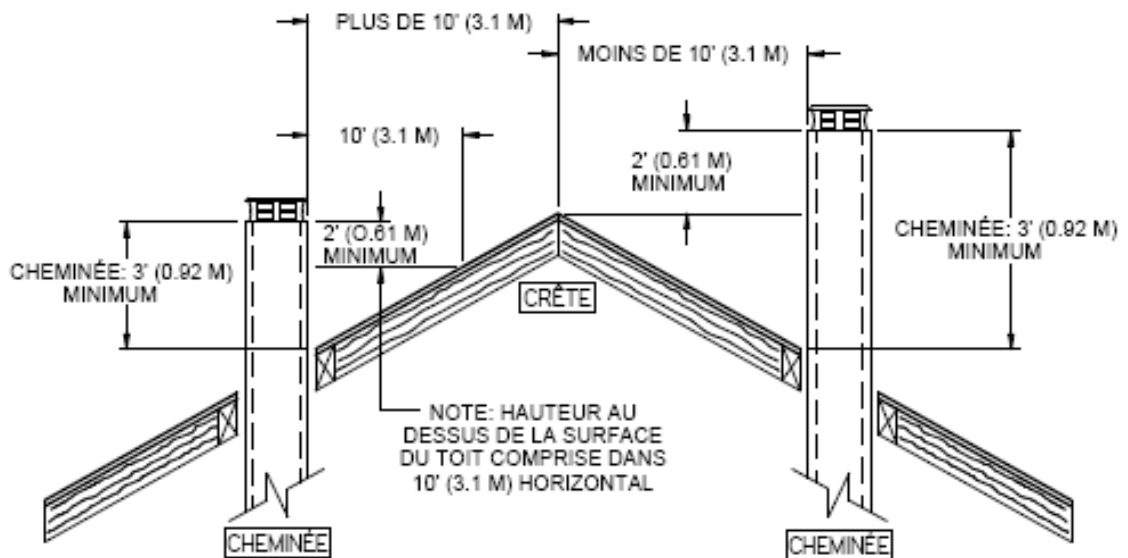

Figure 27a
6. La cheminée doit dépasser d'au moins 3 pieds (92 cm) au-dessus de son point de sortie du toit et d'au moins 2 pieds (61 cm) tout mur, toit ou édifice situé à moins de 10 pieds (3,1 m). Consultez les figures **Figure 27a et 27b** pour déterminer la configuration qui s'applique à votre toit (toit en pente ou plat et distance entre la cheminée et le point le plus élevé du toit et/ou la cheminée la plus proche.)